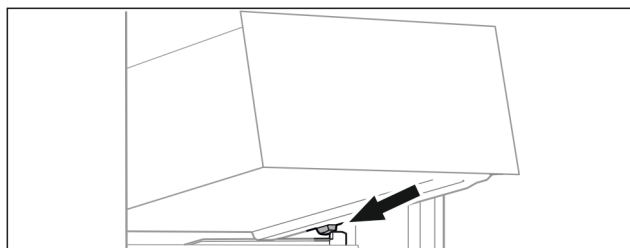

Fig. 97
- ▶ Założyć szufladę pod skosem za stoperami na żebro pojemnika. (patrz Fig. 97)